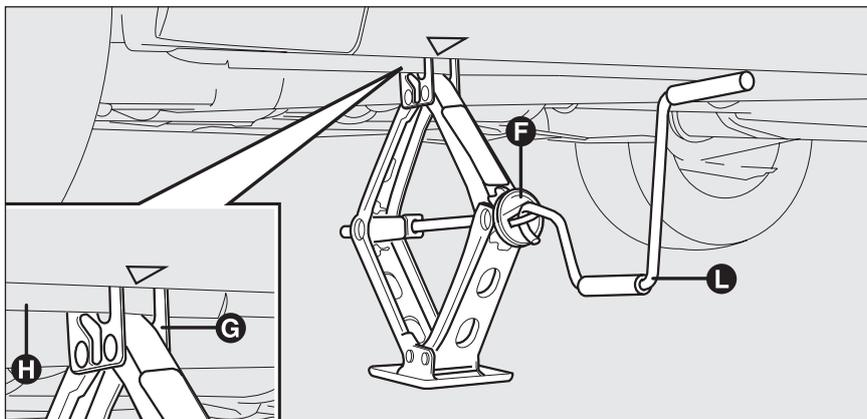

fig. 4
- azionare il dispositivo **F-fig. 4** in modo da distendere il cric, sin quando la parte superiore del cric **G-fig. 4** si inserisce correttamente all'interno del dispositivo di ritenuta **H-fig. 4**;
- inserire la manovella **L-fig. 4** per permettere l'azionamento del cric e sollevare la vettura, sino a quando la ruota si alza da terra di alcuni centimetri;
- azionare la manovella **L**-fig. 4 del cric in modo da abbassare la vettura ed estrarre il cric;